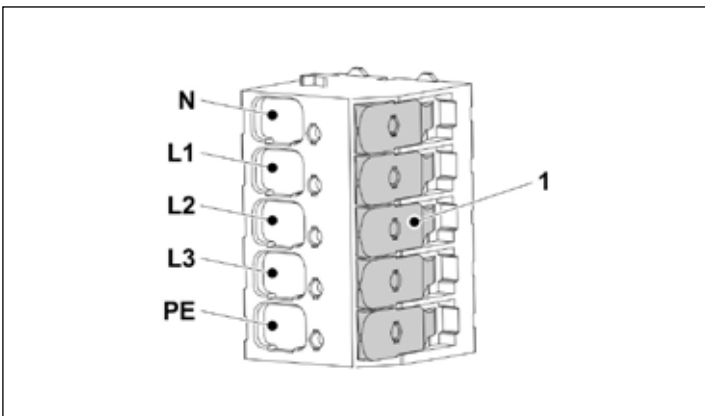

Abbildung 4: Anschlussklemmen der Spannungsversorgung
7. Die Einzeladern der Zuleitung laut Kennzeichnung (Abb. 4) anschließen. Bei einphasiger Versorgungsspannung muss die Phase an L1 angeschlossen werden. Die Klemmen L2 und L3 werden bei einphasigem Anschluss nicht genutzt.